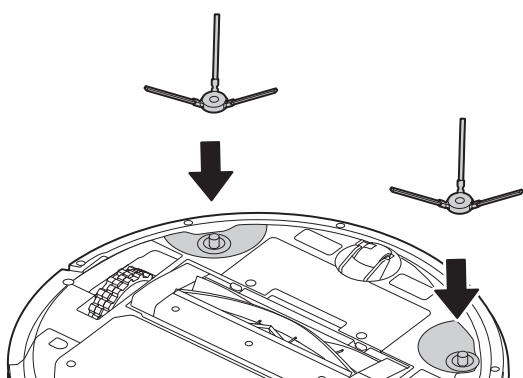

Figura 1
1. Instalación del cepillo lateral: Presione directamente el cepillo lateral en el eje central convexo del soporte lateral del cepillo para completar la instalación. (Figura 1).